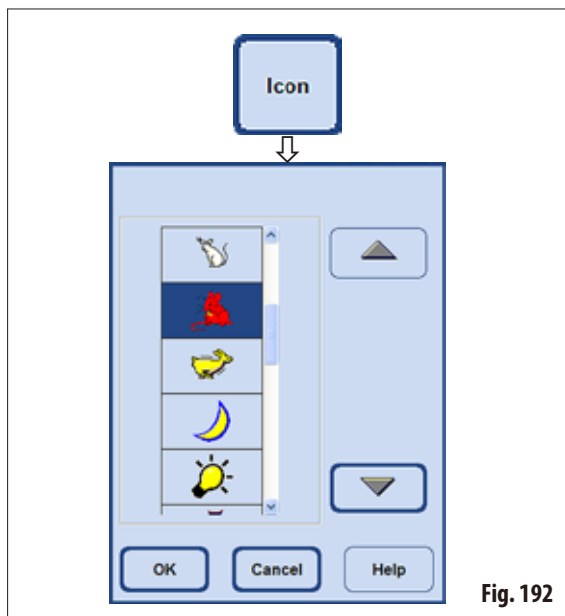

Fig. 192
- Pressione o botão **ICON**; e uma janela de seleção apresentando vários ícones é exibida (Fig. 192).